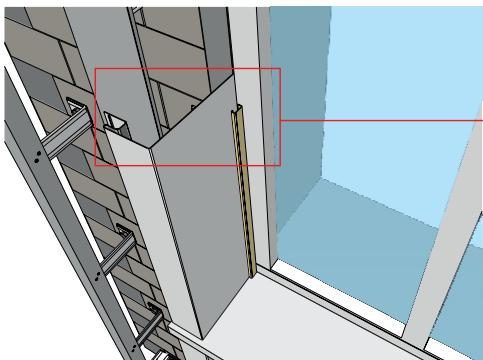

Рисунок 48
15.4 Ширина околооконной планки подгоняется и подрезается под глубину оконного проема. Измерьте расстояние от окна до внешней части обрешетки (рис. 48), прибавьте к нему 22 мм, при использовании приоконной планки 35 мм. Перенесите это расстояние на широкую часть околооконной планки (рис. 49). Лишнее отрежьте, используя правило, нож или ножницы.